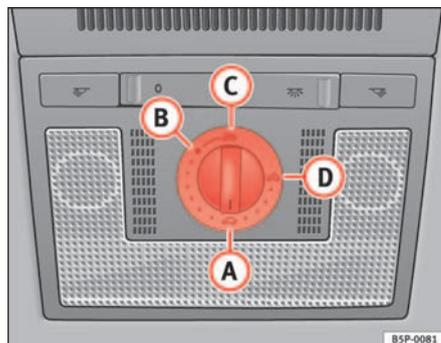

Fig. 70 Détail du revêtement intérieur du toit : commande rotative du toit ouvrant coulissant/relevable
- Tournez la commande rotative en position **A** ⇒ fig. 70 ⇒ ⚠.